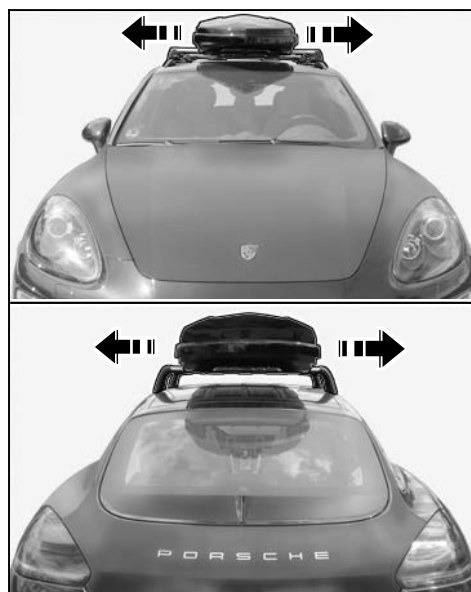

Figura 5
4.8.1 Lateral, con respecto al eje longitudinal del vehículo (⇒ *Figura 5*):